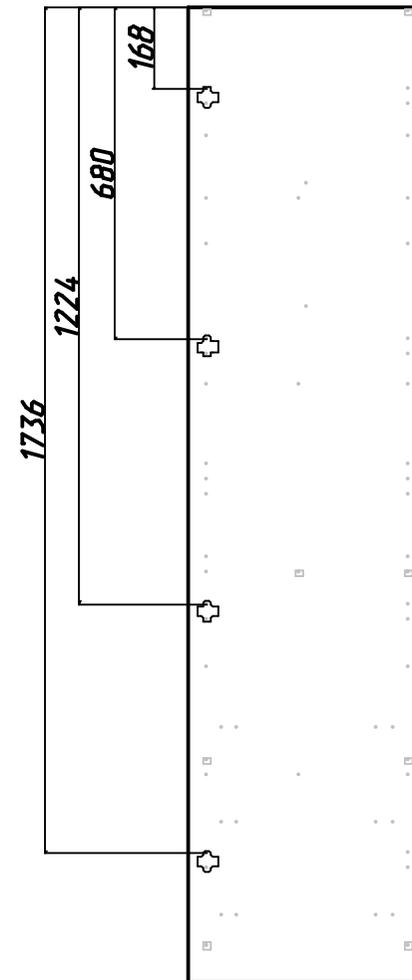

Рис.5. Схема установки крестовин петель
- 3 (либо на левую сторону, либо на правую) согласно разметке (см. рис. 5), с помощью евроинтов (К);